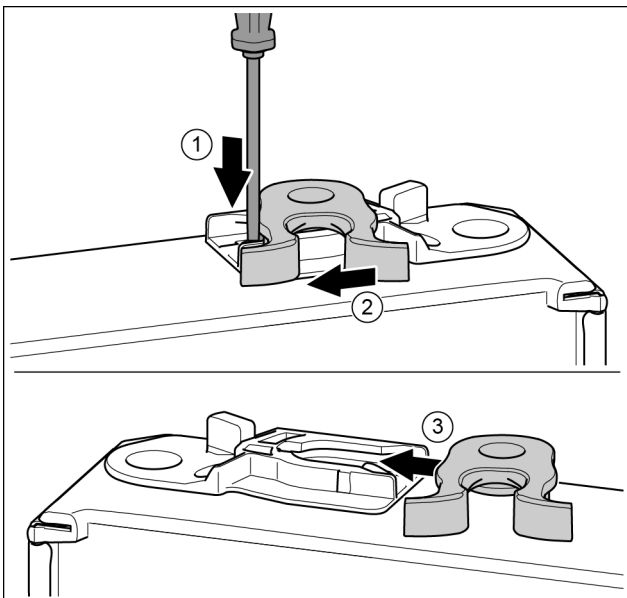

Fig. 19
- ▶ Nyomja le a fedőlemezt csavarhúzóval. Fig. 19 (1)
- ▶ Húzza ki a záróhorgot a vezetősínből. Fig. 19 (2)
- ▶ Tolja be a záróhorgot a másik oldalon lévő vezetősínbé. Fig. 19 (3)